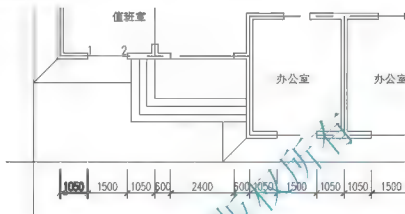

图 3.43 选择基准标注
(2) AutoCAD 自动连接的标注不是所需要的标注,所以在指定第二条尺寸界线原点或[放弃(U)/选择(S)] <选择>:提示下,按 Enter 键执行尖括号内的“选择”命令,表示要重新选择基准标注。
① 在选择基准标注:提示下,将光标放置在如图 3.43 所示的 1050 左侧的尺寸线上,然后单击以选择基准标注。